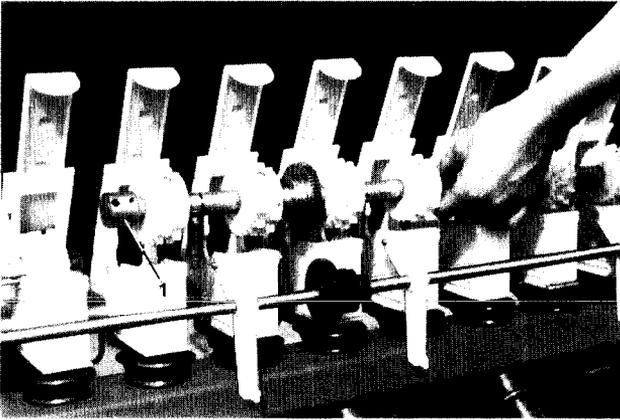

Fig. 103
- Se hacen deslizar los casquillos de unión (fig. 103/1) después de aflojar los correspondientes tornillos del eje de siembra y se tira hacia atrás el eje de siembra con las ruedas de siembra y se cambia por el eje de siembra de judías.